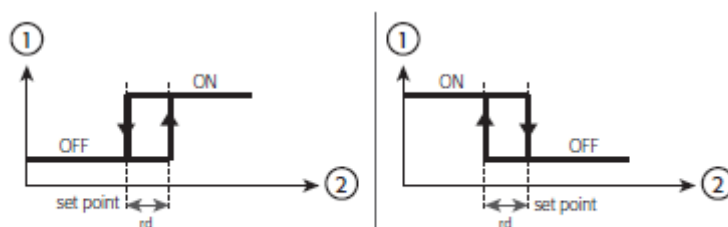

Fig. 4.a
Anvendes for at aktivere kompressoren når føler nr. 1 registrerer en temperatur der er højere end setpunktet. Gælder også for afrimning (også kaldet "køledrift", se fig. 4.a).
- "r3 = 1": Direkte uden afrimning (se fig. 4.a).
- "r3 = 2": Reversible drift uden afrimning (se fig. 4.a).
Anvendes for at aktivere kompressoren når føler nr. 1 registrerer en temperatur der er lavere end setpunktet. Gælder IKKE for afrimning (også kaldet "varmedrift", se fig. 4.a).
Nøgle til fig. 4.a: